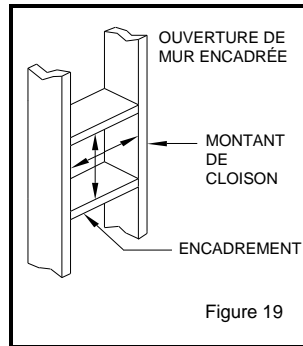

Figure 19
- Pour les murs en matières inflammables, découpez et encadrez une ouverture de 4" plus large que la cheminée, à mi-chemin entre les colombages (voir Fig. 19).